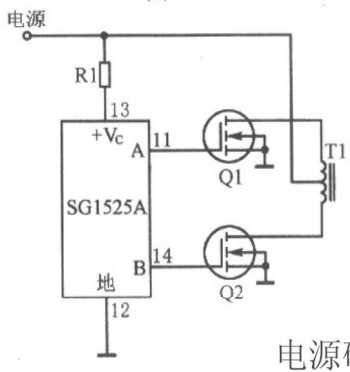

图 13
- 低阻抗输出驱动电路能够对功率 MOS 管输入电容进行快速充电，大大减少了外围元件的数目。(见图 13)